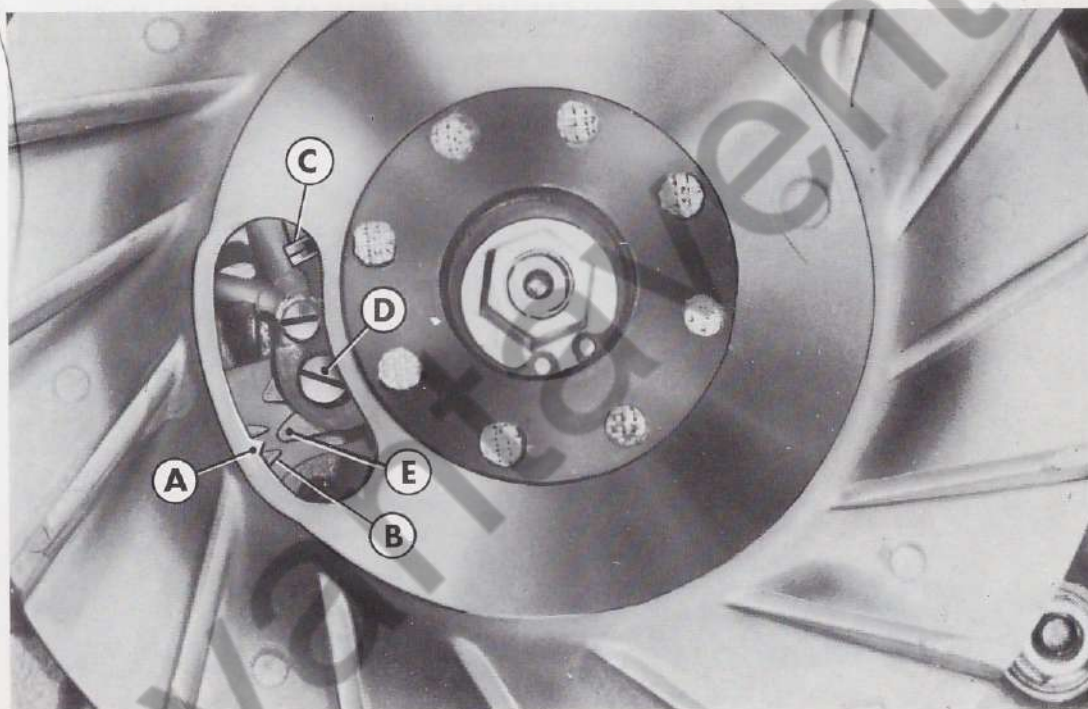

Fig. 15 - Operazioni per il controllo della «fasatura magnetica» del volano.
2) Ruotare a mano il rotore fino ad allineare la traccia indice « A » di fig. 15 (ricavata sul bordo interno della feritoia), con la mezzeria della traccia « B » di cui è provvisto lo statore; in tali condizioni ha inizio il distacco delle puntine « C » del rottore. 3) Ruotando ancora a mano il rotore, la apertura max delle puntine « C » deve essere compresa fra 0,3 e 0,5 mm. 4) Se non si verifica quanto indicato ai punti 2) - 3), allentare la vite « D » ed agire sull'eccentrico « E » fino a soddisfare le suddette condizioni.	Ricordarsi di ri-bloccare la vite « D », ad operazioni effettuate.
- 4) - Pulire, e se necessario, registrare le puntine platinato del ruttore (fig. 15). Per evitare inconvenienti o irregolarità